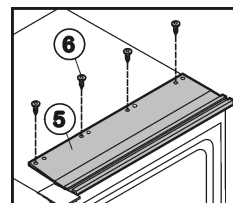

Fig. 31
- Visser le profilé de montage en haut Fig. 31 (5) avec quatre vis Fig. 31 (6) dans les trous préparés à travers le profilé et l'appareil.